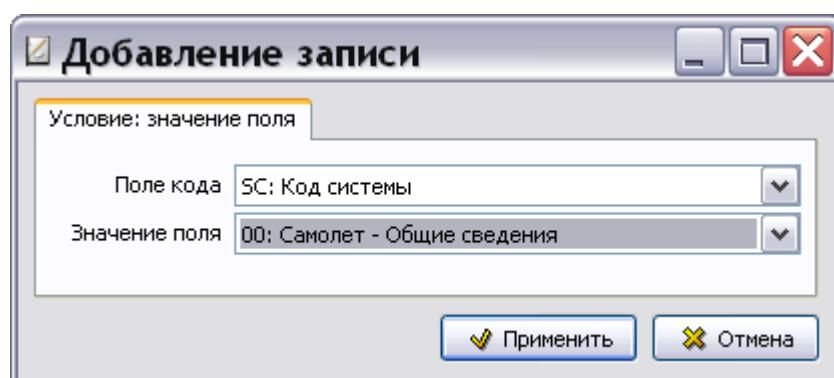

Рис. 2.28
5. В диалоговом окне **Добавление записи** для условия: значения поля в окошке **Поле кода** выберите из выпадающего списка «SC: Код системы» (Рис. 2.28). В окошке **Значение поля** из выпадающего списка выберите фиксированное значение поля «00: Самолет – общие сведения» (Рис. 2.28).